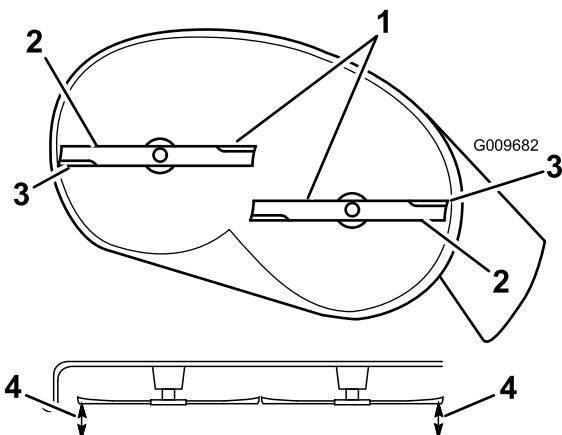

Figure 48
- Faites pivoter les lames avec précaution pour qu'elles soient toutes parallèles (Figure 48).
- Mesurez la distance entre les tranchants extérieurs et le sol plat (Figure 48). Si les deux mesures diffèrent de plus de 5 mm (3/16 po), un réglage s'impose. Poursuivez la procédure.